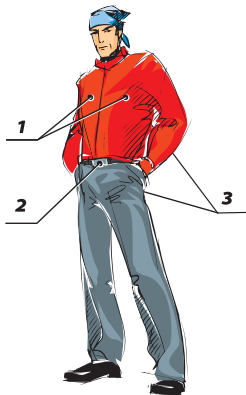

Рис. 7
Наиболее уязвимыми точками (Рис. 7) являются: верхняя часть груди (1), низ живота (2), спина и ягодицы (3).